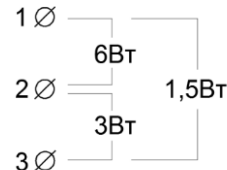

Рисунок 2. Схема подключения
4.6.1. Подключение производится посредством винтового трехконтактного клеммного блока, расположенного на задней стенке оповещателя. Подключение оповещателя производится согласно маркировке 1,5Вт = 1 + 3; 3Вт = 2 + 3 (указана на этикетке над клеммной колодкой). Для подключения оповещателя в режиме максимальной мощности 6Вт = 1 + 2 Смотрите рисунок 2.